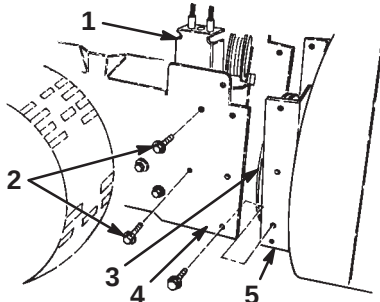

Bild 2
1. Nehmen Sie die beiden Bundbolzen ab, mit denen die Spannscheiben am Motorrahmen befestigt sind, und nehmen Sie die Spannscheiben ab (Bild 2).
2. Richten Sie die Öffnungen im Gehäuse der Räum- schnecke bzw. des Gebläse- rads auf die Öffnungen im Motorrahmen aus (Bild 2).
3. Legen Sie den Treibriemen der Räum- schnecke bzw. des Gebläse- rads um die Gebläse- radspannscheibe (Bild 2).
5. Installieren Sie die Spannscheiben, wobei die Spann- scheiben mit den Riemen ausgerichtet werden müssen (Bild 2 und 31).